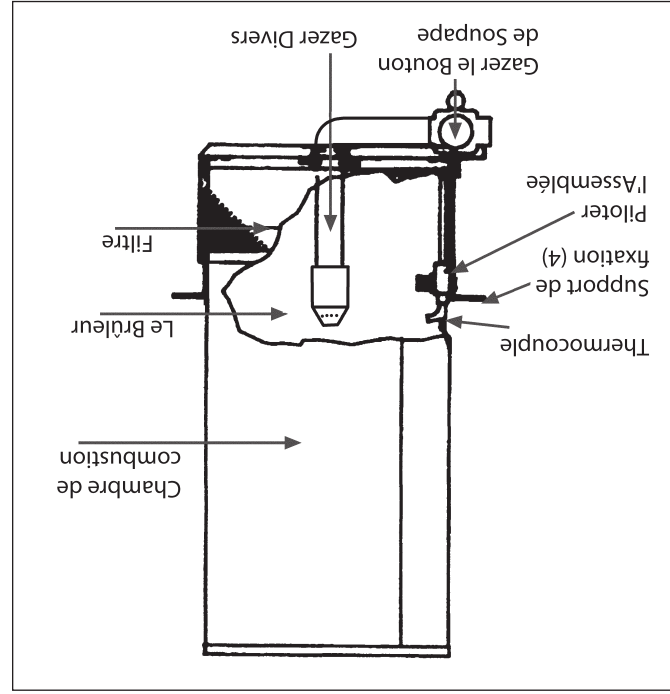

Figure 2
9. **IMPORTANT : N'ESSAYEZ PAS de régler l'admission en gaz du brûleur principal à l'aide de la valve d'alimentation principale,** car la veilleuse et le thermocouple pourraient fermer le brûleur (voir figure 2).